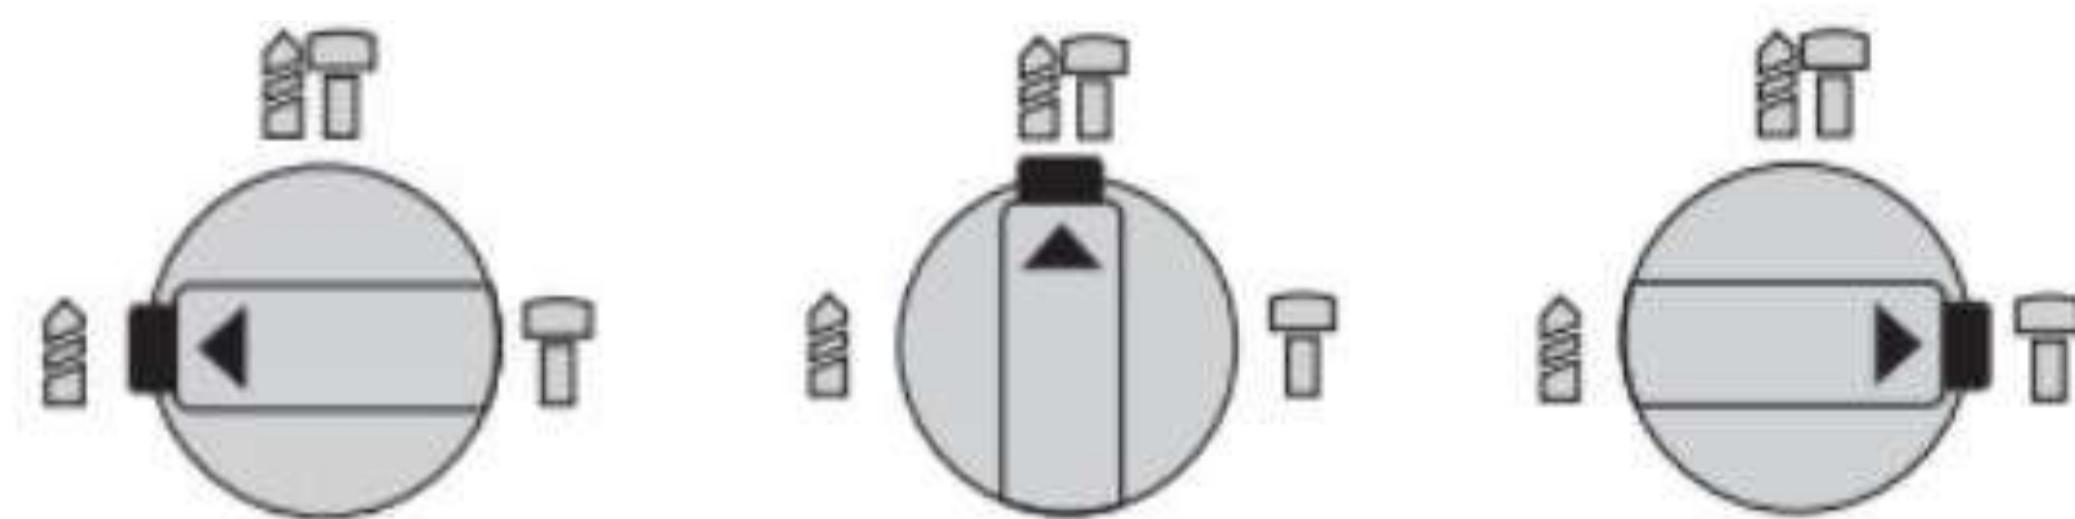

Рис. 5
• ПЕРЕКЛЮЧЕНИЕ РЕЖИМОВ (Рис. 5)